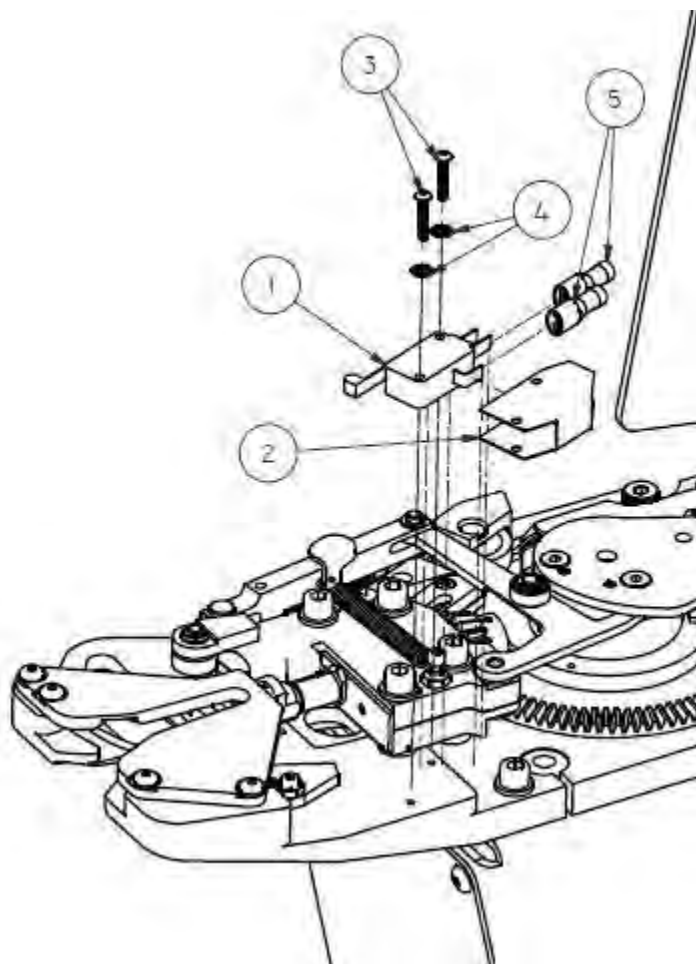
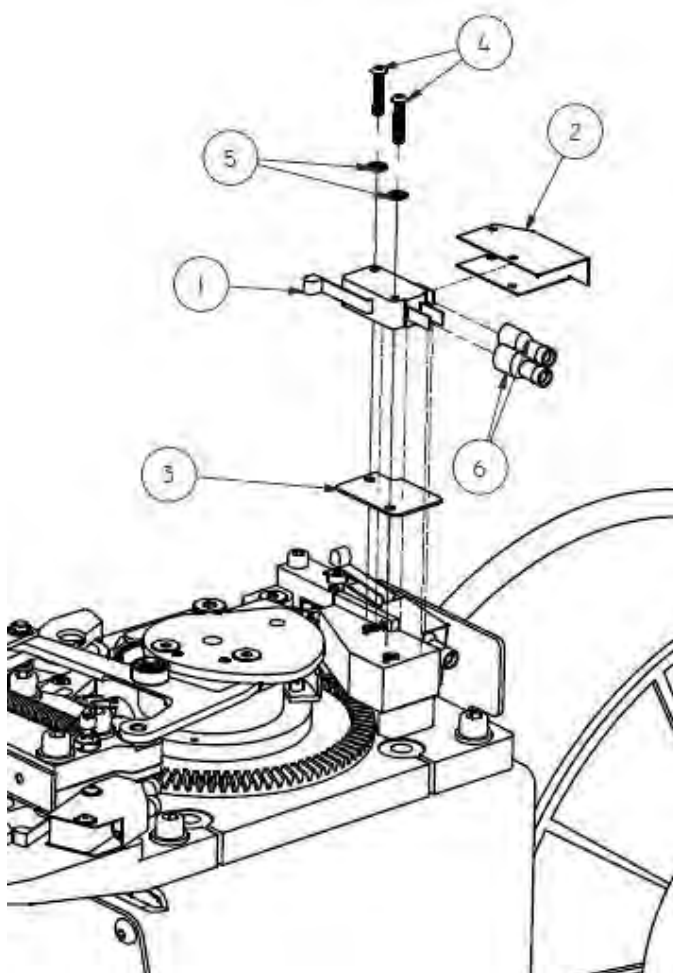
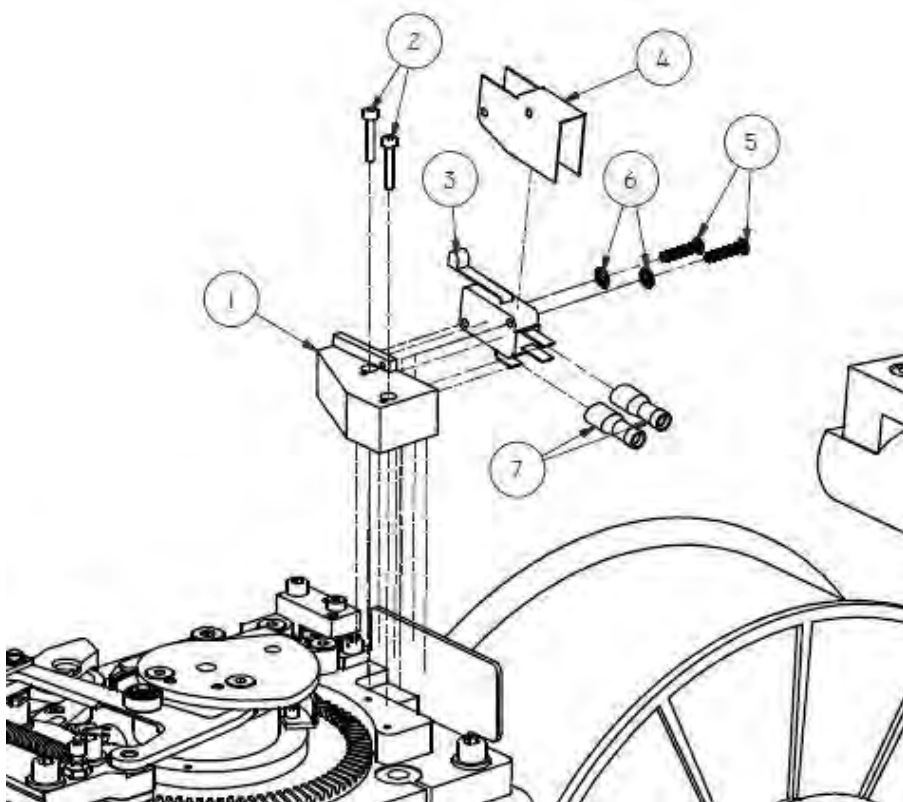

Figura 6.2.1 Interruptor del activador
Figura 6.2.2 Interruptor de leva
Figura 6.2.3 Interruptor de la tapa
(Consulte la Figura 6.2.1, Figura 6.2.2, y Figura 6.2.3)
1. Interruptor del activador (Consulte la Figura 6.2.1)
2. Interruptor de leva (Consulte la Figura 6.2.2)
3. Interruptor de la tapa (Consulte la Figura 6.2.3)